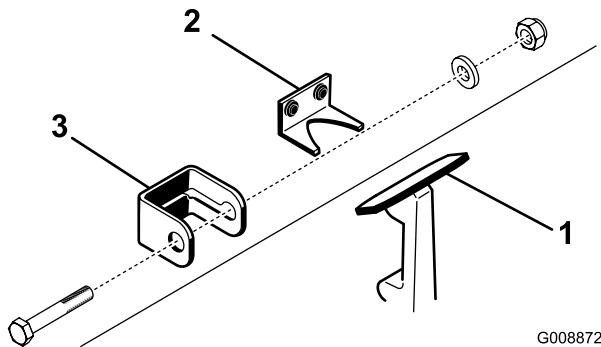

Bild 7
1. Haken Sie den Motorhaubenriegel aus der Motorhaubenriegelhalterung aus (Bild 7).
2. Schieben Sie den Motorhaubenbefestigungshalterung auf den Riegel (Bild 7).
3. Haken Sie den Riegel auf den Motorhaubenriegelhalterung (Bild 7).
4. Stecken Sie eine Schraube (1/4 x 1-1/2 Zoll) durch den Motorhaubenbefestigungshalterung und befestigen Sie sie mit einer Scheibe und Sicherungsmutter (Bild 7).